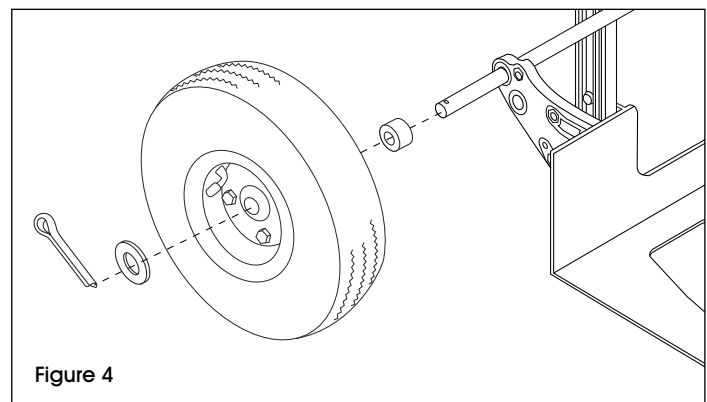

Figure 4
(Voir Figure 4)
4. Insérez une goupille fendue dans le trou à chaque extrémité de l'essieu. Repliez les goupilles à l'aide de pinces afin de fixer les roues en place. Les roues doivent tourner librement. (Voir Figure 4)